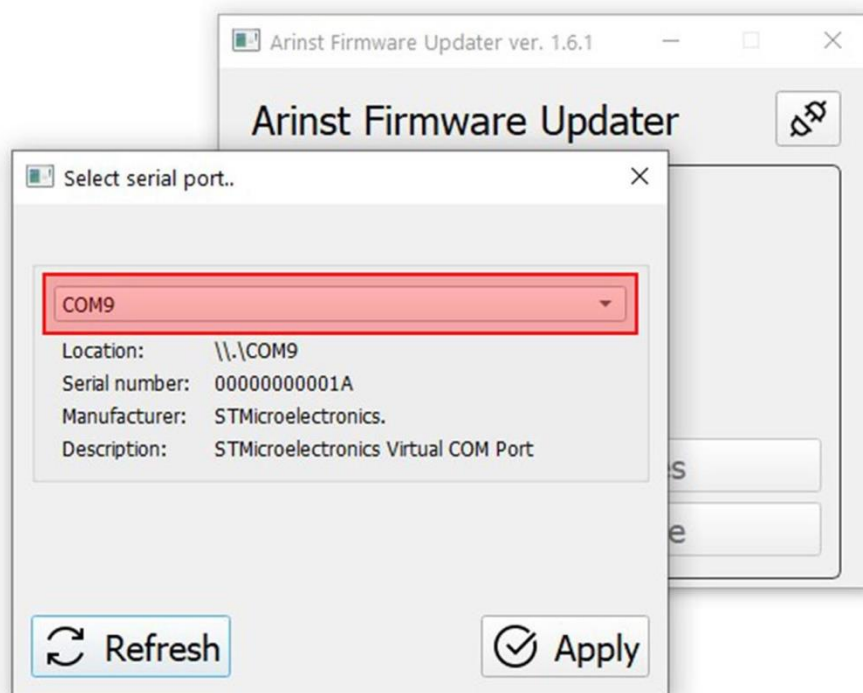

Рисунок A2.2 – Выбор виртуального COM-порта для подключения прибора
2.4. В открывшемся окне, из выпадающего списка выберите виртуальный COM-порт для подключения устройства (Рисунок A2.2).